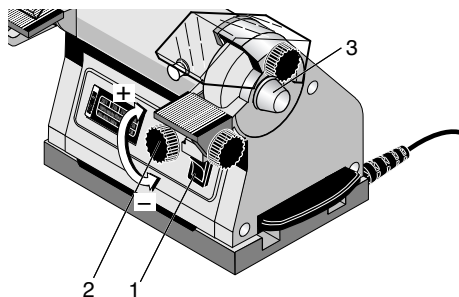

Fig. 4
5. Gerät am Schalter 1 (Fig. 4) einschalten.
6. Die Arbeit entsprechende Drehzahl am Knopf (2) einstellen.